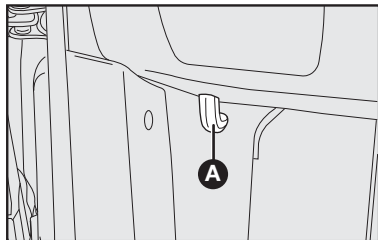

fig. 96
1) puxar a alavanca **A-fig. 96**.